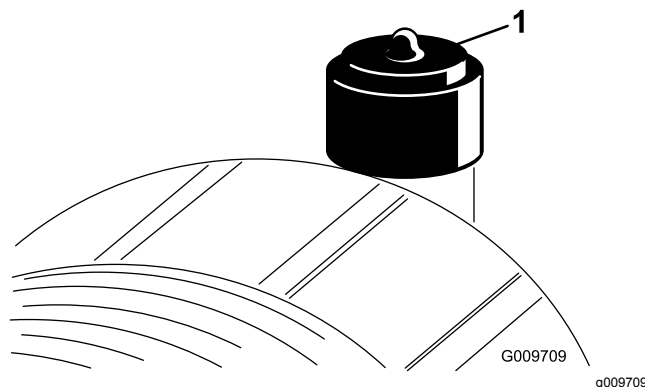

Figura 46
Effettuate la manutenzione del filtro dell'aria quando l'indicatore (Figura 46) lo richiede. Sostituendo il filtro dell'aria prima del necessario si aumenta il rischio che la morchia penetri nel motore quando si toglie il filtro.
9. Se la spia (Figura 46) è rossa, resettatela.